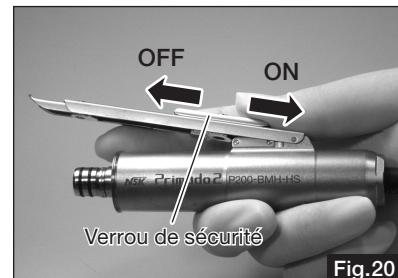

Fig.20
- Tout en maintenant l'interrupteur, faites coulisser le verrou de sécurité sur ON (Fig. 20).